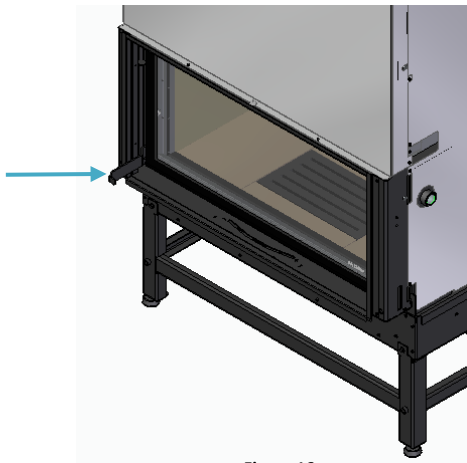

Figura 16
m) Nos modelos com porta em movimento vertical, verificar, utilizando a ferramenta, se a porta se move com facilidade e se no seu ponto mais baixo, a vedação da porta está em contacto com a placa frontal, Figura 16;